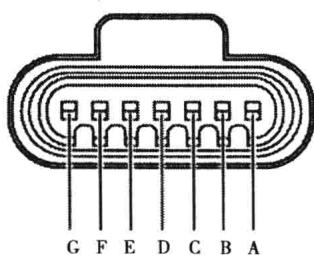

图 1-1-20 点火线圈模块
13. 点火线圈模块连接器端子图（图 1-1-20）及端子功能表（表 1-1-13）